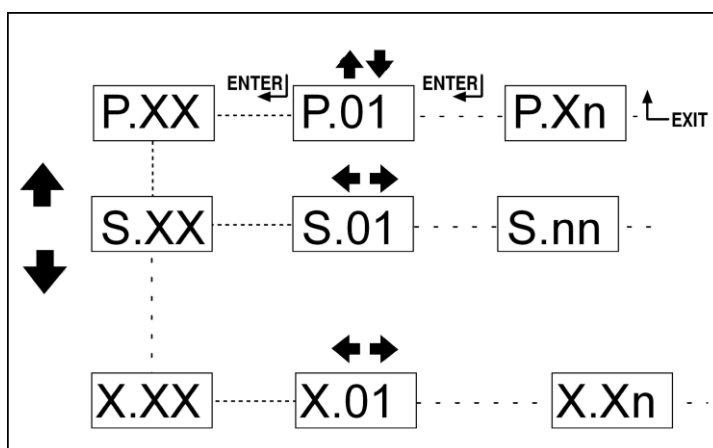

Fig. 2 - Navegação entre os modos
4.5.3 Navegação entre os modos (ref. à fig. 2)